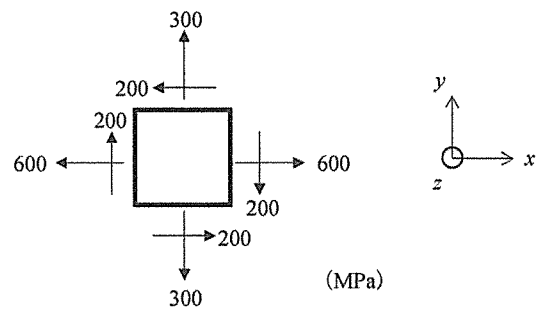

図 1
(1) 鉛とスズの二元系状態図の模式図を描き、電気回路などに用いる、はんだの組成を模式図上に指示せよ。ただし、融点は、鉛のほうがスズより高い。
(2) 鉄鋼材料において熱処理中の冷却速度を大きくする（拡散変態が起こる範囲内で）に従って熱処理後の引張試験時の降伏点が高くなった。この理由を説明せよ。
(3) 図 1 の応力状態になったら降伏した剛塑性体の降伏点は何 MPa か、トレスカの降伏条件によって求めよ。ただし、 $z$  面は自由面である。